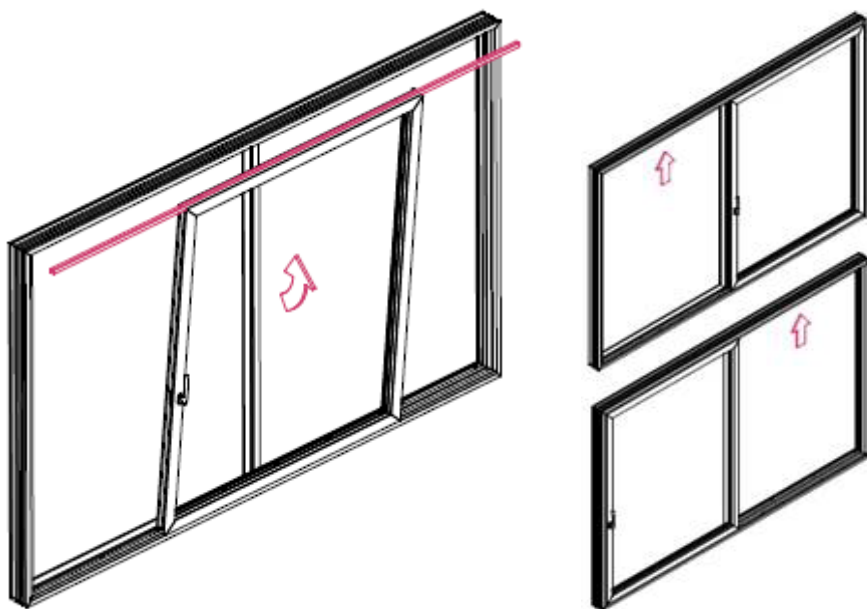

Рис. 8. Установка активной створки
8. Подготовить активную створку для установки в раму, для этого завести сбоку верхнюю направляющую в верхний паз профиля створки. Створку установить наклонно на нижнюю направляющую, по центру горизонтального профиля повернуть створку в вертикальное положение, закрепить верхнюю направляющую к профилю коробки саморезами. Рис. 8.